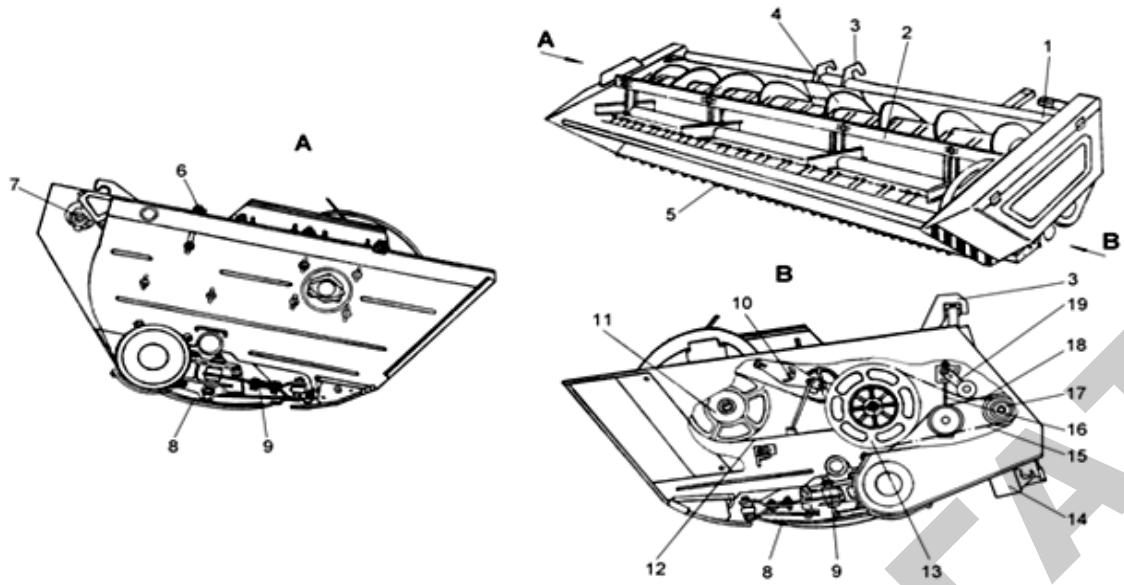
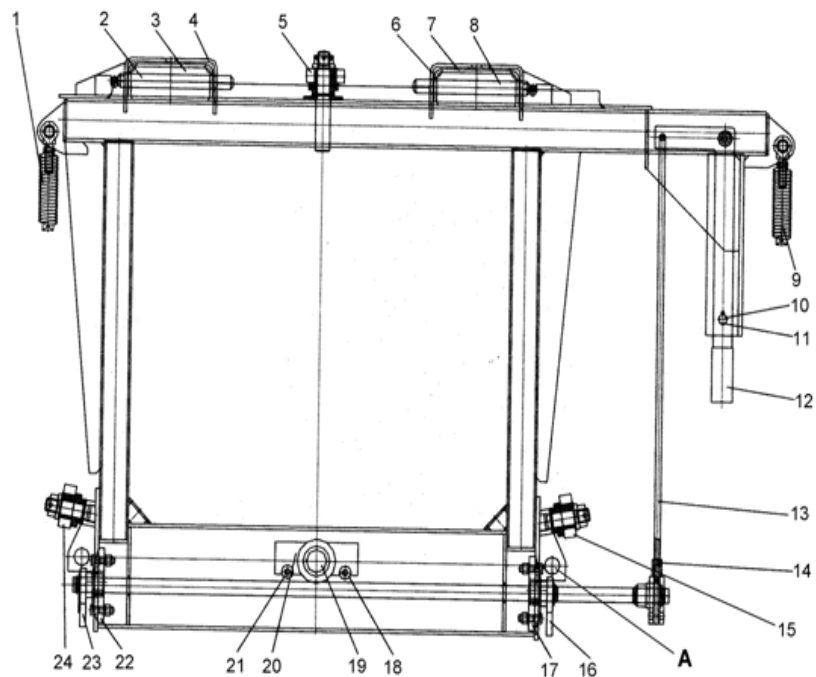
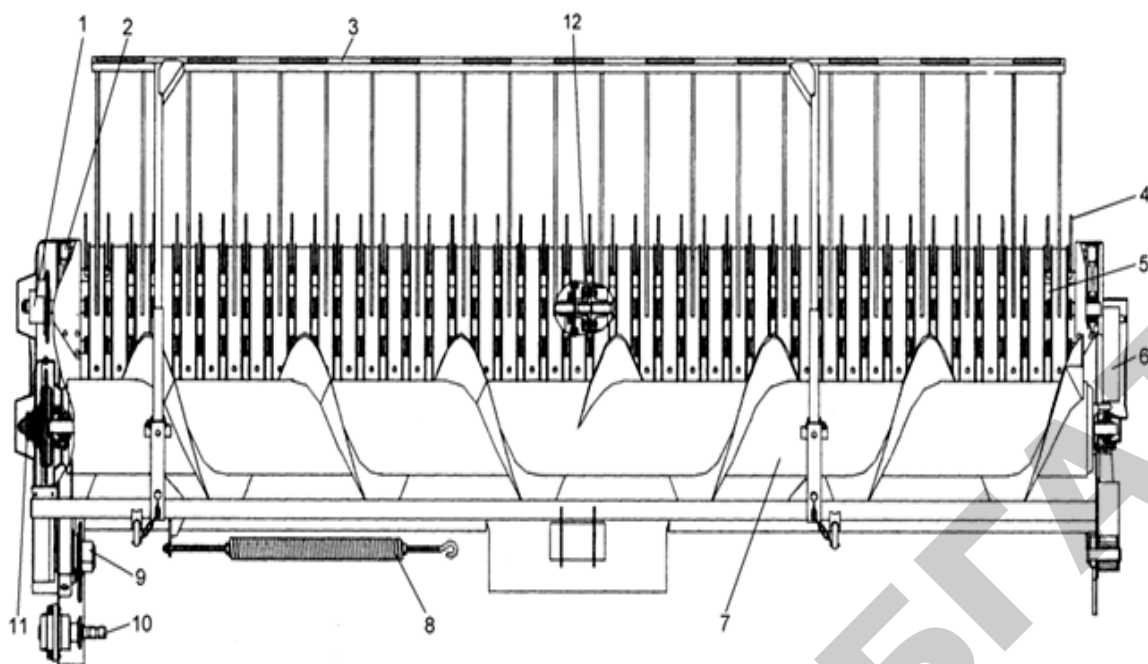

Рис. 1. Жатки для трав:
Рис. 2. Рамка переходная жатки для трав:
Рис. 8. Подборщик шириной захвата 4,2 м:
– заведите верхний ролик 5 (рис. 2) рамки переходной в ловитель 3 жатки (рис. 1);
– состыкуйте нижнюю балку жатки и рамки переходной пальцем 19 (рис. 2) и зафиксируйте упором 20 и болтами 18, 21;
– извлеките шплинт 11 (рис. 2) фиксации рукоятки 12, регулирующей положение крюков 16, 23 нижних ловителей рамки
- снимите с рамки переходной пружины 1, 9 (рис. 2);
- установите крюк пружины поперечного копирования 8 (рис. 8) в кронштейн крепления пружины 1 (рис. 2) рамки переходной для выравнивания подборщика в горизонтальной плоскости;
- извлеките шплинт 11 (рис. 2) фиксации рукоятки 12, регулирующей положение крюков 16, 23 нижних ловителей рамки переходной подборщика, отведите рукоятку 12 вправо-вверх в крайнее положение, при этом крюки 16, 23 нижних ловителей опустятся;
– обеспечьте горизонтальное расположение подборщика регулировкой натяжения пружины 8 (рис. 8).